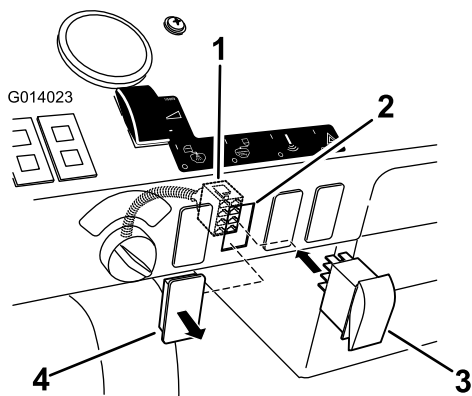

Рисунок 28
- Найдите разъем переключателя эдуктора на панели приборов (Рисунок 28).
- Снимите вставку разъема с панели приборов (Рисунок 28).
- Установите переключатель на корпусной разъем через панель приборов, при этом светодиод на переключателе должен быть в верхнем положении (Рисунок 28).